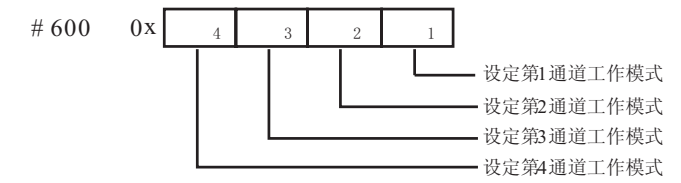

图 2-1 模式设定单元与通道对应关系
6. BFM#600：模式设定单元。用于设定第 1 通道到第 4 通道的工作模式。具体对应关系如图 2-1 所示。